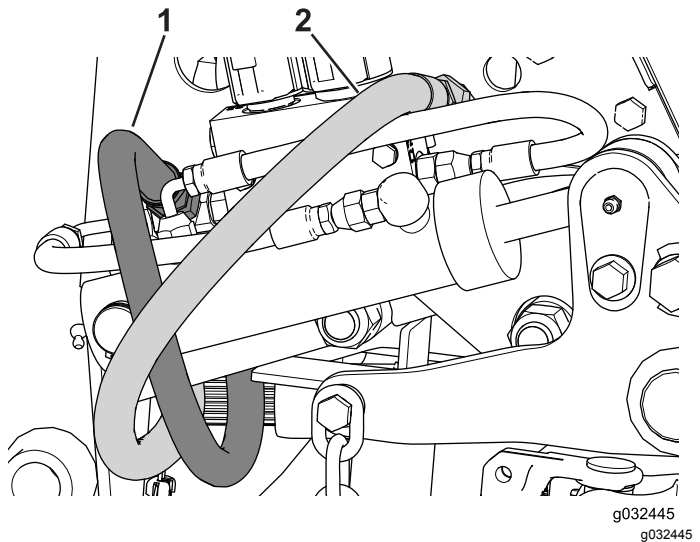

Figura 124
4. Instale o tubo de retorno hidráulico na porta assinalada com T na válvula de controlo (Figura 124).
5. Instale o tubo de alimentação hidráulico na porta assinalada com P2 na válvula de controlo (Figura 124).